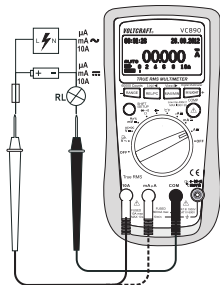

Abb. 3
3. Stecken Sie die rote Messleitung in die mA $\mu\text{A}$ - oder 10A-Messbuchse (5, 6). Die schwarze Messleitung stecken Sie in die COM-Messbuchse (8) (Abb. 3).